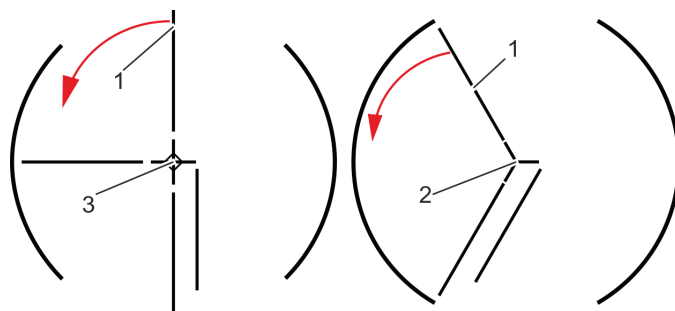

Рис. 49 Складывание следующей створки в сторону (четыре и три створки)
5. Один человек должен поддерживать заднюю створку (рис. 49/2), чтобы удалось сложить следующую створку (рис. 49/1) обратно.
Переместить створку (рис. 49/1) короткими рывками.